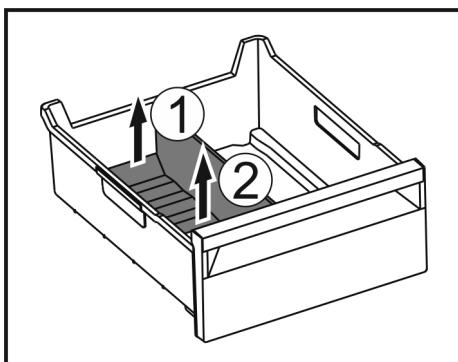

Fig. 145
- Podignite stražnji dio pregrade ladice za led. Fig. 145 (1)
- Izvadite pregradu ladice za led prema gore. Fig. 145 (2)